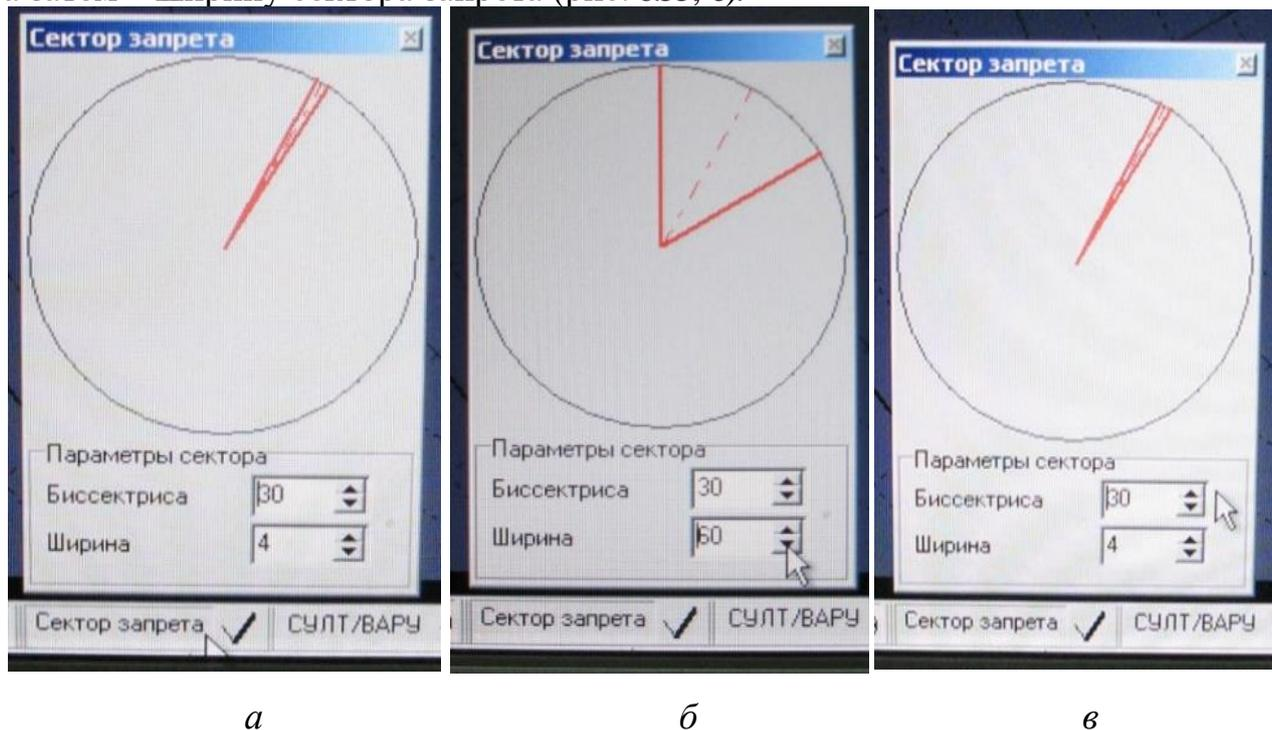

Рис. 6.55. Окно «Сектор запрета»:
- на нижней панели инструментов открыть окно «Сектор запрета» (рис. 6.55, а);
- установить биссектрису сектора в необходимом направлении (рис. 6.55, б);
а затем – ширину сектора запрета (рис. 6.55, в).